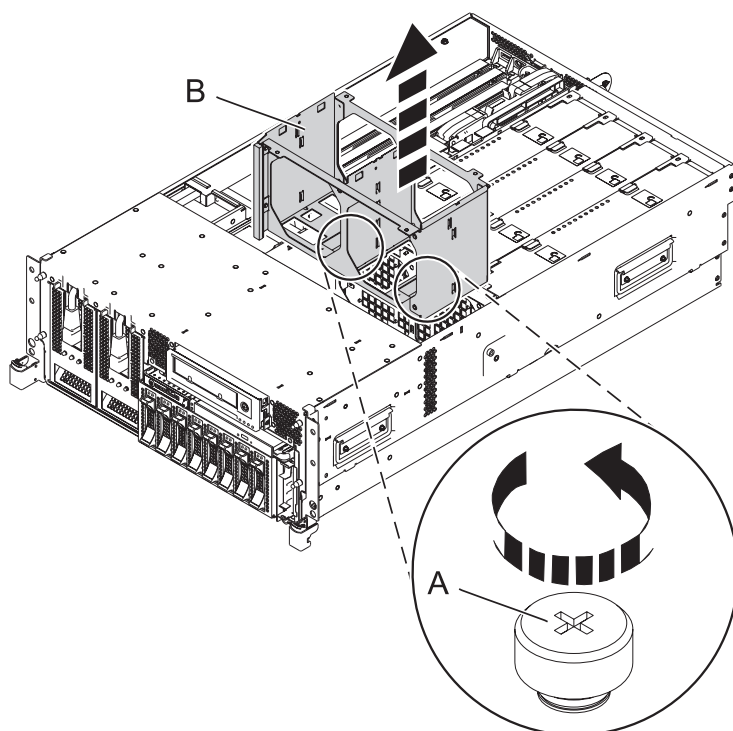

Figura 4. Extraer el chasis de ventilador del sistema
- c. Para extraer el chasis de ventilador, afloje los dos tornillos de mano (A) y levante el chasis de ventilador (B) para extraerlo del sistema como se muestra en la Figura 4.